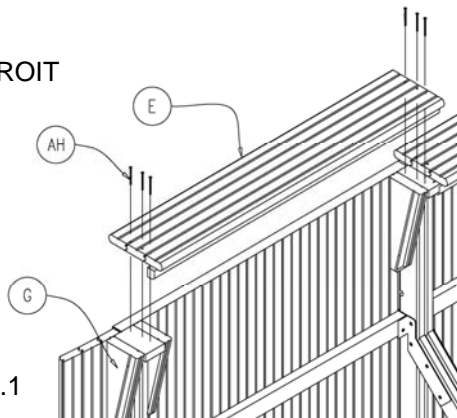

Figure 12.1
Commencez par fixer les margelles droites (E). Avant de les fixer, bien les aligner entre elles et avec le rebord du mur de la piscine. Vissez-les par le dessus avec les vis (AH) (Figure 12.1).